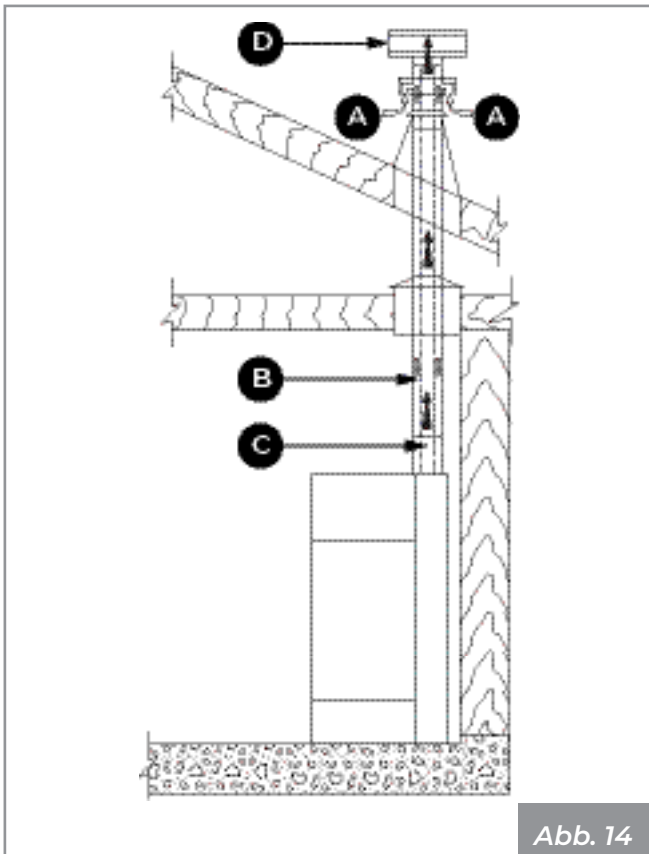
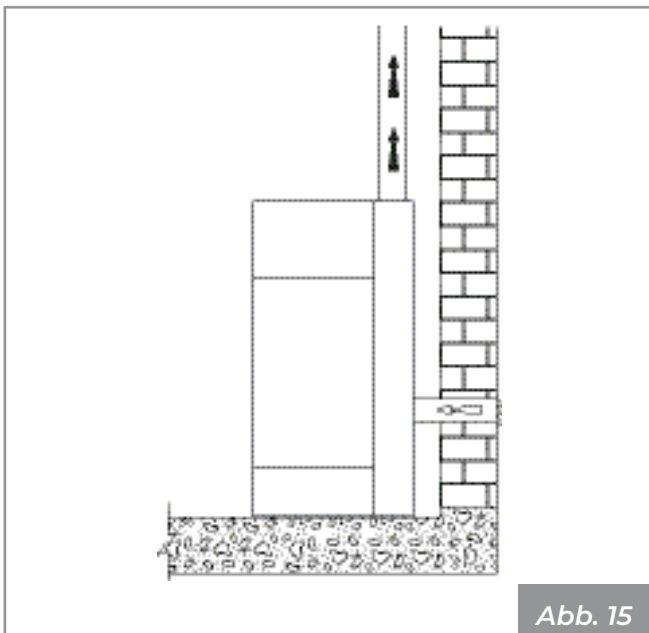

Abb. 14
Abb. 15
- direkt von außen mit direktem Anschluss an die Brennkammer kommen (**Abb. 14 - Abb. 15**).
- die Verbrennungsluft mit Hilfe eines koaxialen Auspuffrohrs für die Abführung der Abgase und den Lufteinlass zu leiten (**Abb. 14 - A, B** = Lufteintritt, **C, D** = Rauchgasaustritt); daher ist es nicht notwendig, einen klassischen Lufteintritt in den Raum vorzunehmen.
- den Verbrennungslufteinlass des Geräts mit einem geeigneten Kanal an den Lufteinlass anschließen (**Abb. 15**).